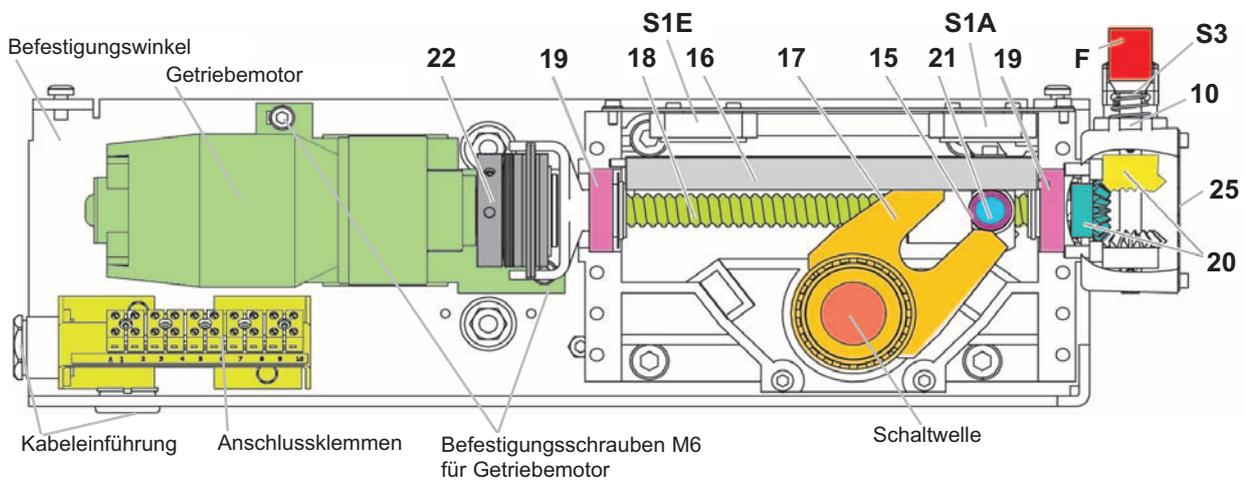

Abb. 10
Nach 10.000 Schaltspielen oder nach ca. 10 Jahren	<ul style="list-style-type: none"> <li>• Folgende Komponenten des Motorantriebes mit dem Schmierstoff Isoflex NBU1 (siehe Kapitel 7.1) so abschmieren, dass die zusammenwirkenden Bauteile ausreichend geschmiert sind:</li> <li>• beidseitig angeordnete Führungsrollen (15), Mitnehmerzapfen (21) inklusive Führungsleisten (16) und Kulissengabel (17)</li> <li>• Kugelgewindeantrieb (18) und beide Wälzlager (19)</li> <li>• Kegelradgetriebe (20) und Schiebehülse (10) am Hand-Not-Antrieb (dazu ist es notwendig die Abdeckung (25) zu entfernen)</li> <li>• Alle beweglichen Teile</li> <li>• Funktionskontrolle der Signalkontakte (S2A u. S2E, siehe Abb.: 1), Motorschutzschalter (P), Hand-Not-Antrieb (S3, siehe Abb.: 10), Heizung mit Thermostat (K)</li> <li>• Funktionskontrolle durchführen (siehe Kapitel 4.2.5).</li> </ul> <p>Achtung: Um die einwandfreie Funktion der Rutschkupplung (22) zu erhalten, darf diese nicht mit Schmierstoff in Verbindung gebracht werden.</p>